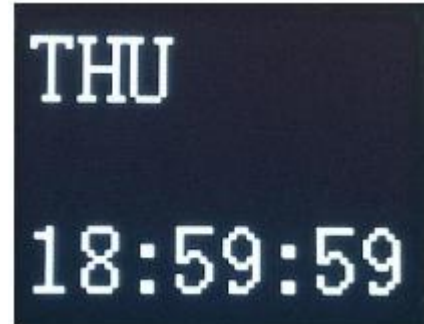

fig 1-2
**Hinweis:** In jedem Betriebsmodus wechselt die Anzeige alle 3 Sekunden zur aktuellen Uhrzeit. ( Abb. 1-2)